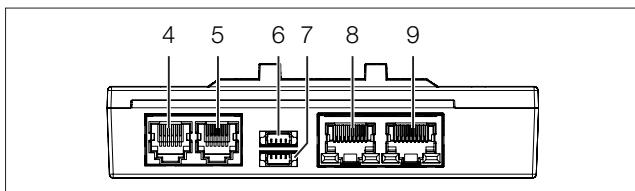

Abb. 12: Rückseite des Access Control
- Schließen Sie ggf. folgendes Anschlusszubehör am entsprechenden Anschluss an (Abb. 12, Pos. 4 bis 7).
- Verbinden Sie den Access Control über ein CAN-Bus-Verbindungsleitungskabel mit einer CAN-Bus-Schnittstelle des Rittal Embedded Device bzw. der benachbarten Komponente im CAN-Bus (Abb. 12, Pos. 8, 9).
- Schließen Sie ggf. an der zweiten, freien CAN-Bus-Schnittstelle des Access Control (Abb. 12, Pos. 8, 9) eine weitere Komponente an (z. B. einen anderen Sensortyp).